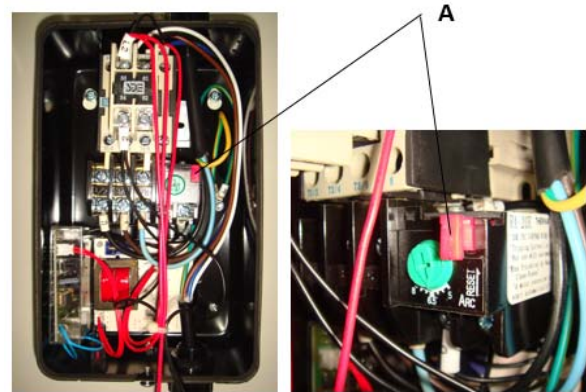

Figure 17
5. Appuyez sur le bouton de réinitialisation (A, Figure 17) pour réinitialiser le relais de surcharge